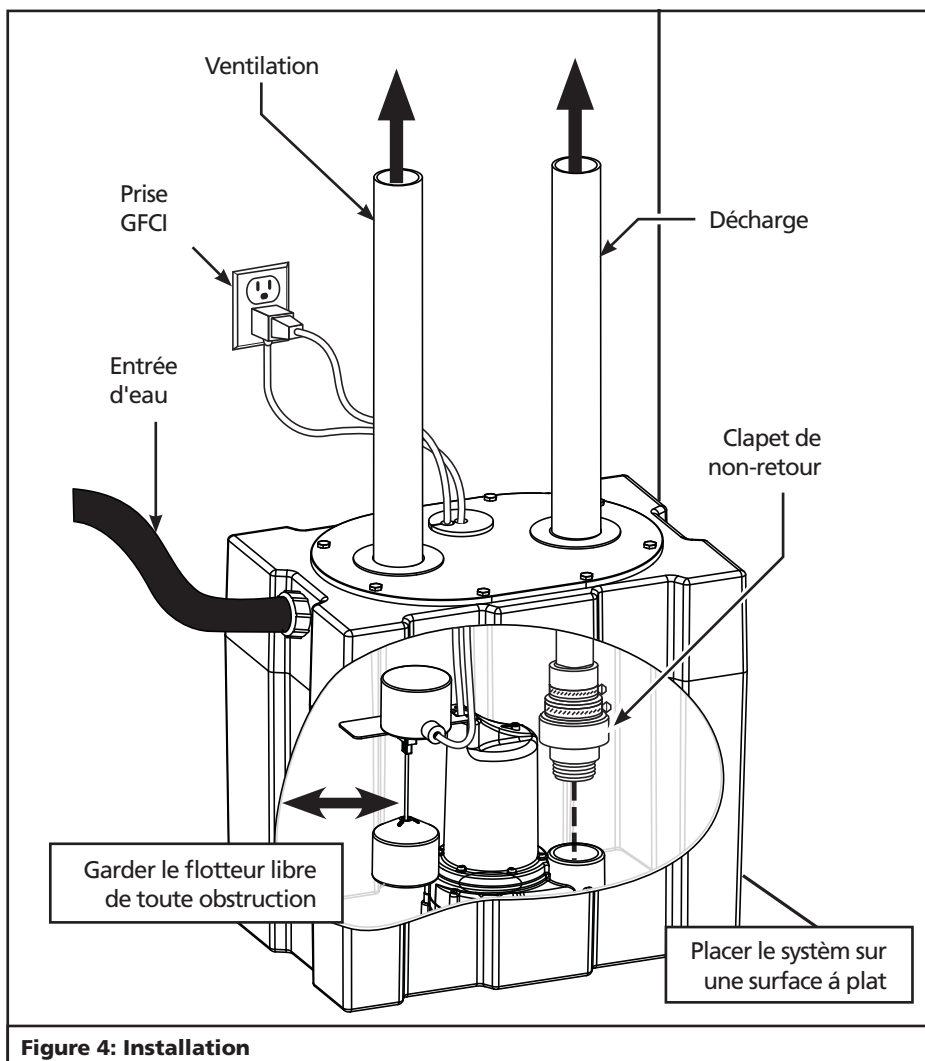

Figure 4: Installation
- Brancher le tuyau de décharge (Voir la Figure 4) sur le système de plateau de lessive à un drain déjà en place. S'assurer que toutes les connexions sont scellées.
- Insérer le tuyau de PVC schedule 40 de 3,8 cm (1 1/2 po) dans l'ouverture d'évent sur le système de plateau de lessive (Voir la Figure 4). Insérer 50,8 à 7,6 mm (2 à 3 po) de tuyau dans l'ouverture d'évent.
- Brancher l'entrée de ce système de plateau de lessive (Voir la Figure 4) à votre laveuse ou à une autre source. Les filets sont de 3,8 cm (1 1/2 po) NPT